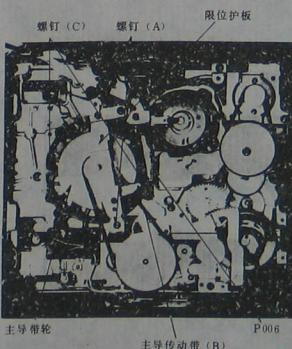

图 1-46 限位护板、主导传动带和主导带轮的位置
1) 拆卸下顶盖、底板、前面板、护罩板和磁带盒盖，将录象机翻倒过来，使底部朝上。然后，打开操作器电路板、主电路板和磁头放大器/亮度 (2) 电路板。
2) 参看图 1-46，旋出两个螺钉 (A) 并拆卸下限位护板。然后，取下主导传动带 (B)，并脱开接线器 P006。
3) 参看图 1-46，拆卸下主导带轮并旋出两个螺钉 (C)，再拆卸下主导轴电机的定子组件。